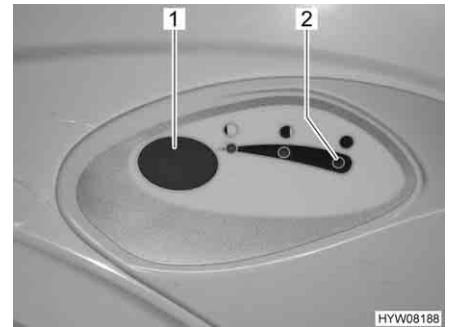

Fig. 260 Botón del inodoro/luz de control del inodoro Thetford
- Para lavar, pulsar el botón del inodoro azul (Fig. 260,1).
La luz de control (Fig. 260,2) se enciende cuando es necesario vaciar el depósito de aguas fecales.